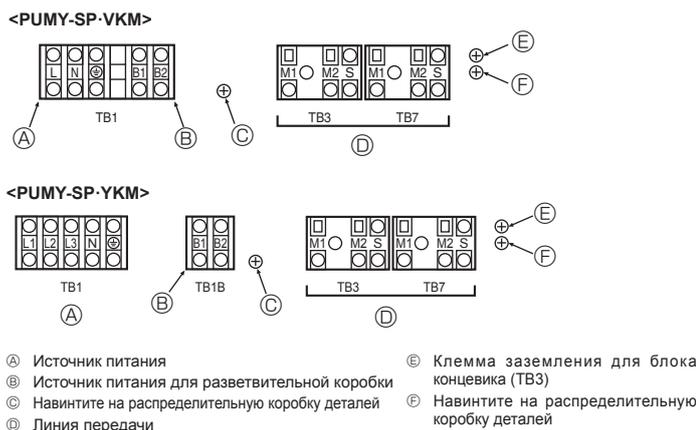

Fig. 6-1
6.2. Блок управления и положение проводки (Fig. 6-1)